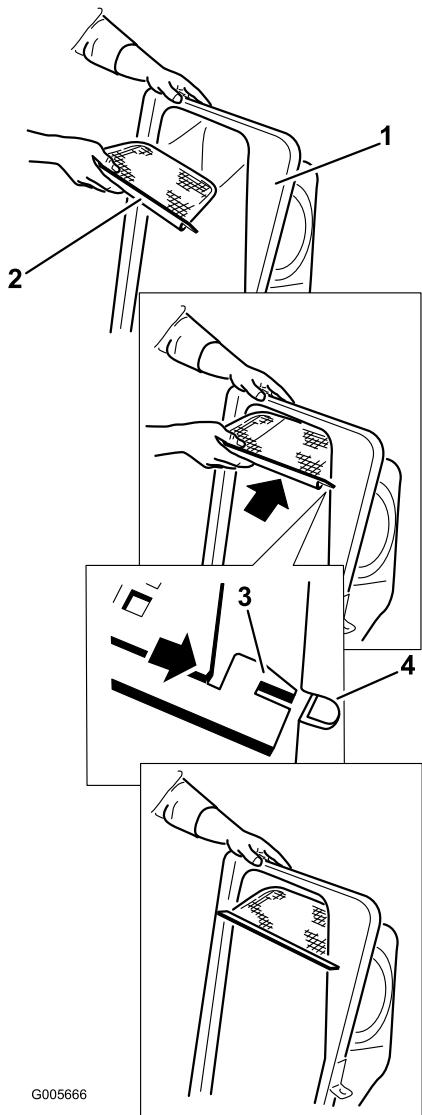

Figura 20
2. Montate la griglia come illustrato nella Figura 20 e verificate che sia inclinata verso i cesti di raccolta.